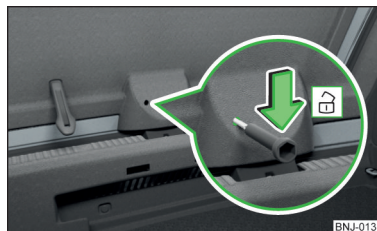

Bild 195
- För in en skruvmejsel eller liknande verktyg ända in i öppningen i beklädnaden » bild 195.